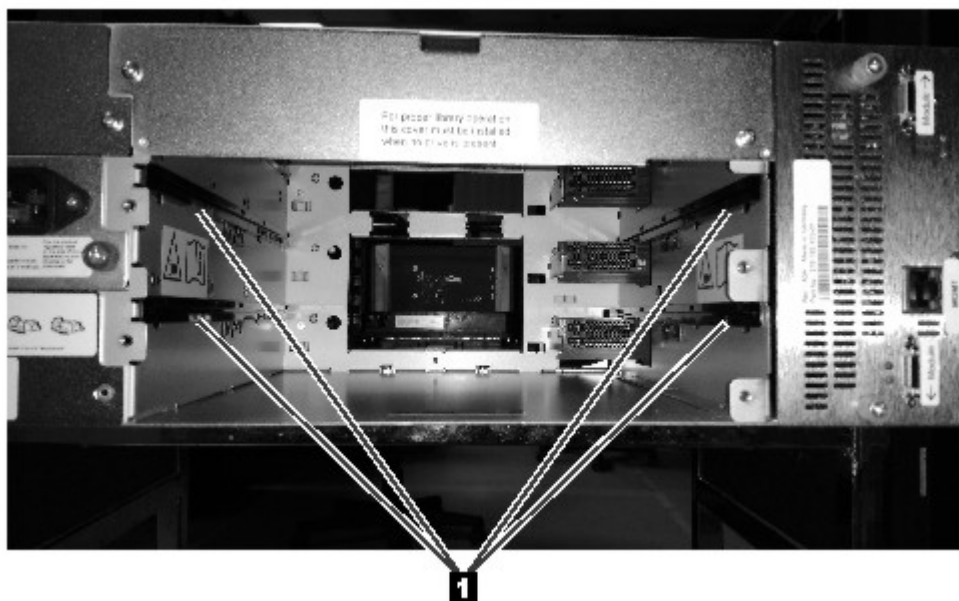

図 59. 位置合わせレール
2. 新しいテープ・ドライブを位置合わせし、ドライブ・アセンブリーを支えながら、位置合わせレール (図 59 の **1**) に沿ってドライブ・ベイにゆっくり挿入します。テープ・ドライブとライブラリーの背面パネルはぴったり重なる必要があります。